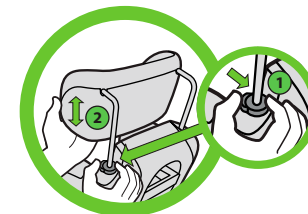

Figure 6
Appuyez sur le bouton du dispositif de réglage de l'appui-tête se trouvant sur le côté droit du siège (lorsqu'on fait face à l'avant du siège) (1) et soulevez ou abaissez l'appui-tête dans la position désirée (2), tel qu'illustré dans la **Figure 6**.